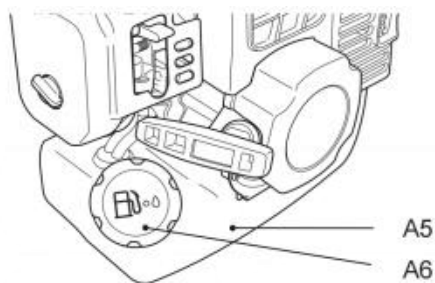

Fig. 25
- Desenrosque y retire el tapón del depósito de combustible (A6) (Fig. 25).